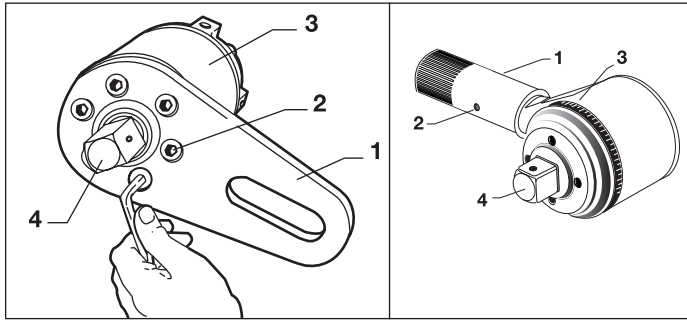

図1 - 反力プレートの交換
せん断防止出力スクエアドライブ(図1の品目4)は、最大出力を超えたときに、内部部品を保護します。この過負荷防止機能により、出力が定格最大出力の103~110%に達すると、ドライブ自体が破断します。トルクマルチプライヤーには、交換用ドライブが1個付属しています(E391, E392, E393, E492, E493, E494, E495の場合)。(追加の交換部品はEnerpacの販売代理店から購入してください。)
3. 適切なサイズのスクエアドライブソケット(メス)をトルクマルチプライヤーの出力スクエアドライブ(図1、品目4)に取り付けます。操作の対象とする締結部品に対して、ソケットとトルクマルチプライヤーを位置決めします。